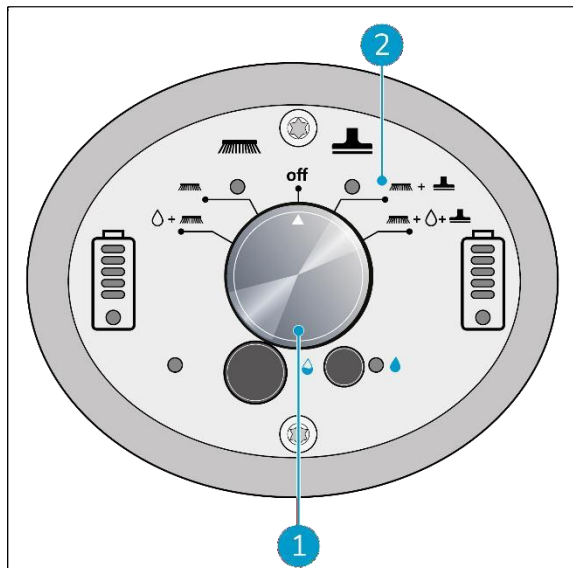

Figura 19
1. Utilice el interruptor principal de la i-mop XL (Figura 19, Pos. 1) y seleccione MODO 3 Cepillo + Aspiración en seco (Figura 19, Pos. 2).